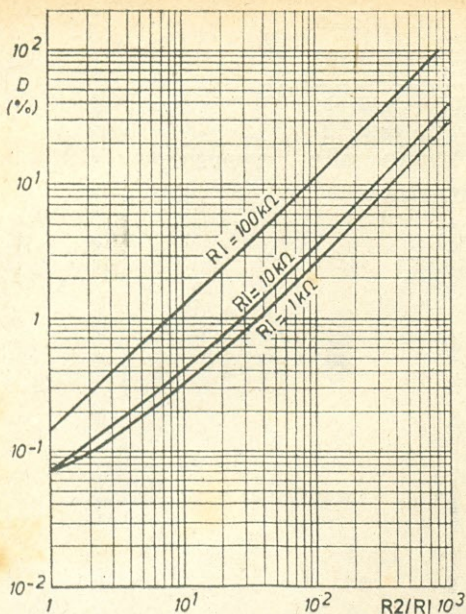

FIG. 2 — Com ajuda deste gráfico, válido para o C.I. operacional TAA241, é possível determinar D (%) de maneira simples, porém muito precisa.
Na Fig. 2 temos o diagrama esquemático do sintonizador de FM. O sinal proveniente do bloco de sintonia (10,7 MHz) é aplicado, via C1, ao pino 1 do C.I. No pino 15 é disponível uma tensão para C.A.G., sendo que R2 deverá ser escolhido de forma a satisfazer as condições particulares do circuito, caso seja empregado bloco de sintonia de outra marca.
Empregando-se um amplificador real, o ganho real de malha fechada será diferente de $-(R_2/R_1)$, diferença esta que aumentará com a frequência. A diferença D, entre o ganho real e o ganho ideal de um amplificador operacional TAA241, por exemplo, é dada na Fig. 2. No eixo vertical, vemos a escala D, em porcentagem, de 10^{-2} (1/100) a 10^2 (100). Embaixo, no eixo horizontal, acha-se a relação R_2/R_1 , de 1 a 10^3 (1.000). Como parâmetro, têm-se três valores de R1: 1 kΩ, 10 kΩ e 100 kΩ.
A utilização do gráfico da Fig. 2 é muito simples e conduz a uma determinação muito precisa de D(%). Com efeito, conhecendo R1 e tomando para D um valor dado, pode-se determinar sobre a curva correspondente a R1 a relação R_2/R_1 , calculando-se facilmente o valor de R2. Por exemplo, para D = 1% e R1 = 100 kΩ, acharemos no eixo horizontal da Fig. 2 uma relação $R_2/R_1 = 8$. Logo, $R_2 = 8R_1 = 800$ kΩ.